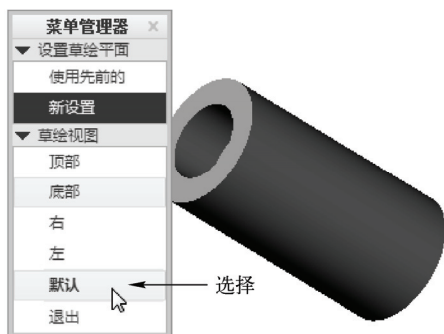

图 8-46 选择“默认”选项
STEP 05 弹出“方向”菜单管理器, 选择“确定”选项, 弹出“草绘视图”菜单管理器, 选择“默认”选项, 如图 8-46 所示。